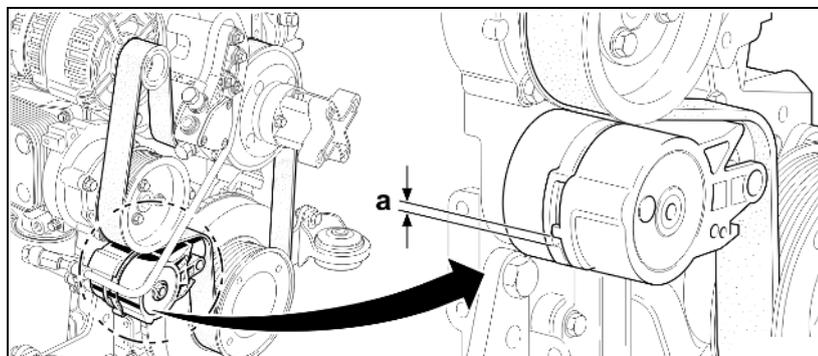

Fig. 173
1. Collocare una vaschetta di raccolta sotto la vite di chiusura (Fig. 173/1).